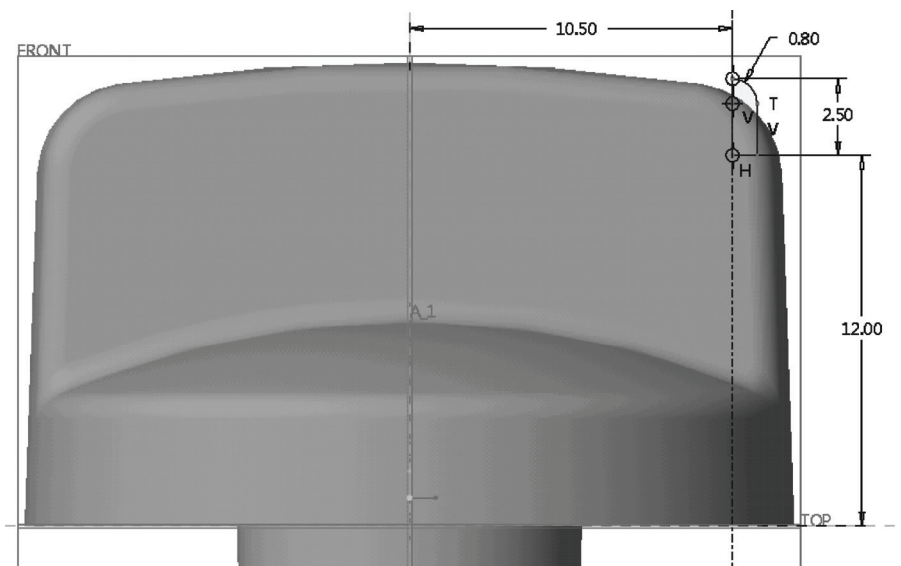

图 12-30 绘制旋转截面及旋转轴
- 3) 绘制图 12-30 所示的旋转截面和旋转轴, 单击 (确定) 按钮。